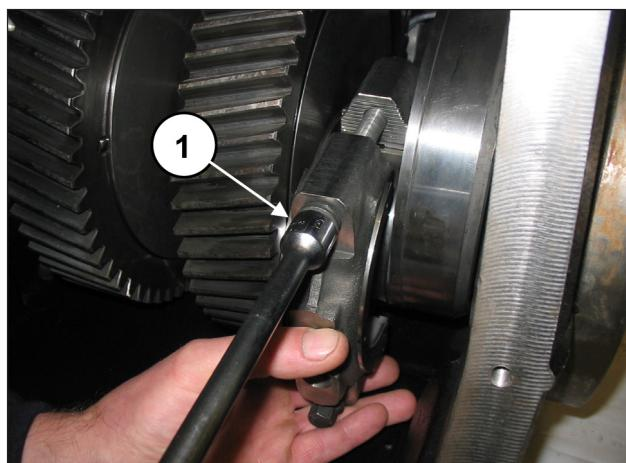

Рис. 83
Прикрепите головки к половинкам шатунов винтами M12x1,25x87 (поз. ①, Рис. 83).